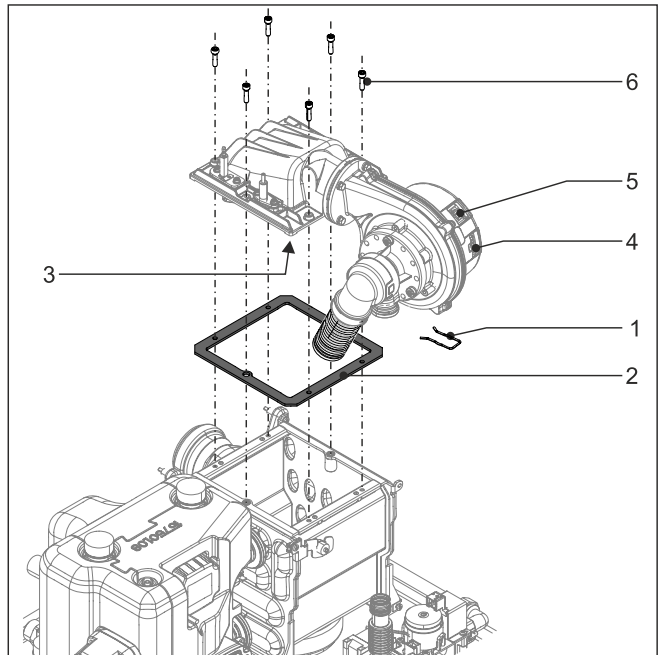
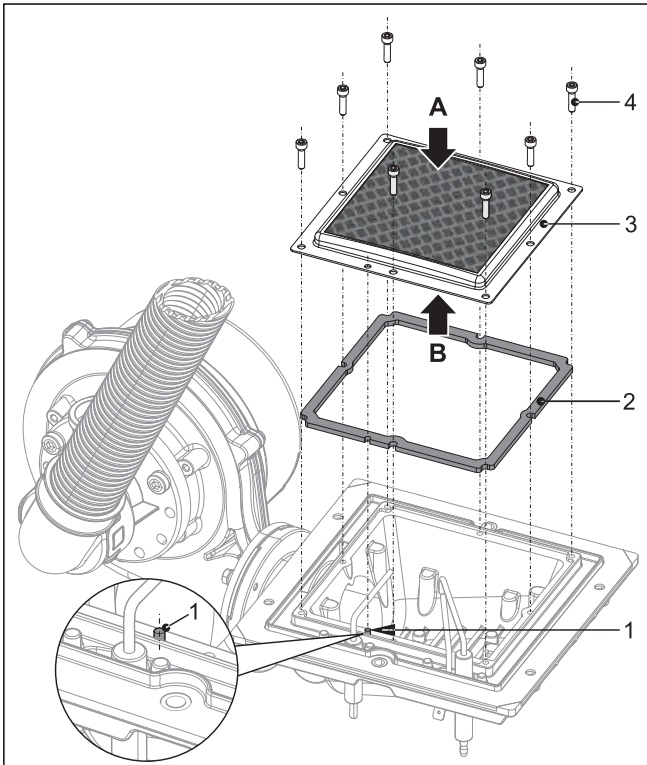

Bild 7-6 Brennerausbau (Darstellung beispielhaft für Brenner⁽¹⁾)
Bild 7-7 Ausbau Brenneroberfläche (Darstellung beispielhaft für Brenner⁽¹⁾)
- 5 Sicherungs-Steckbügel (Bild 7-6, Pos. 1) zur Venturidüse abziehen.
- 6 Netzstecker für Gebläse und Stecker für Gebläsesteuerung (Bild 7-6, Pos. 4+5) abziehen.
- 7 Befestigungsschrauben am Brennerflansch (Bild 7-6, Pos. 6) herausdrehen.
- 9 Brenneroberfläche vom Brennerflansch abschrauben. Beim Abheben der Brenneroberfläche besonders darauf achten, dass diese nicht durch Berührung mit den Elektroden beschädigt wird. (Bild 7-7).
- 10 Brennerflanschdichtung (Bild 7-6, Pos. 2) und Dichtung für Brenneroberfläche (Bild 7-7, Pos. 2) abnehmen und grundsätzlich bei Einbau erneuern.
- 11 Brenneroberfläche (Bild 7-7, Pos. 3) auf Beschädigung kontrollieren, ggf. erneuern.
- Beim Einsetzen der Brenneroberfläche in den Brennerflansch besonders vorsichtig vorgehen und auf korrekte Positionierung achten (Bild 7-7, Pos. 1). Nach Einbau nochmalige Sichtkontrolle. Das Gewebe darf nicht verletzt sein.